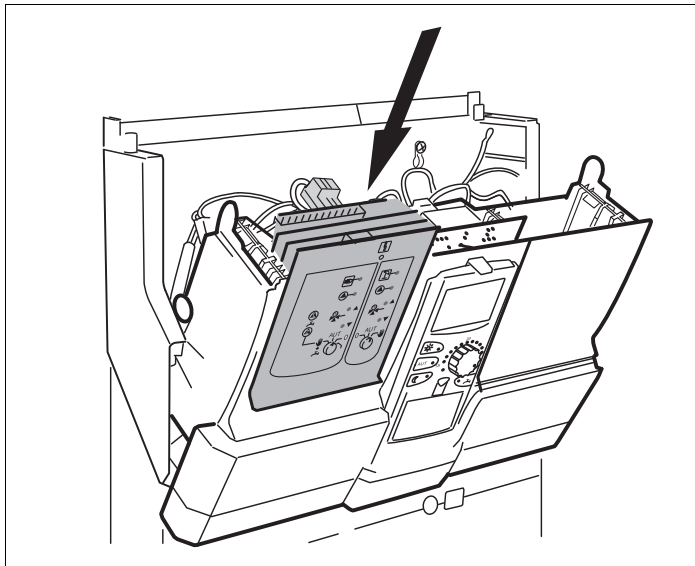

Рис. 6 Установка модуля
- Вставьте новый модуль до ощутимого защелкивания сверху в свободный разъем, нажимая на планку датчиков (→ рис. 6, стр. 15).
- Вставьте новый модуль до ощутимого защелкивания сверху в свободный разъем, нажимая на планку датчиков (→ рис. 6).